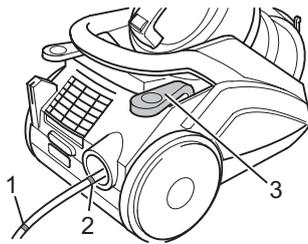

Abb. 13
2. Ziehen Sie das Kabel am Stecker bis zur gelben Markierung (Abb. 13/1) heraus.
Falls die rote Markierung (Abb. 13/2) sichtbar ist, rollen Sie das Kabel mithilfe der Kabelaufrolltaste (Abb. 13/3) wieder bis zur gelben Markierung (Abb. 13/1) auf. Anderenfalls kann das Kabel abreißen. Es besteht die Gefahr eines elektrischen Schlags.